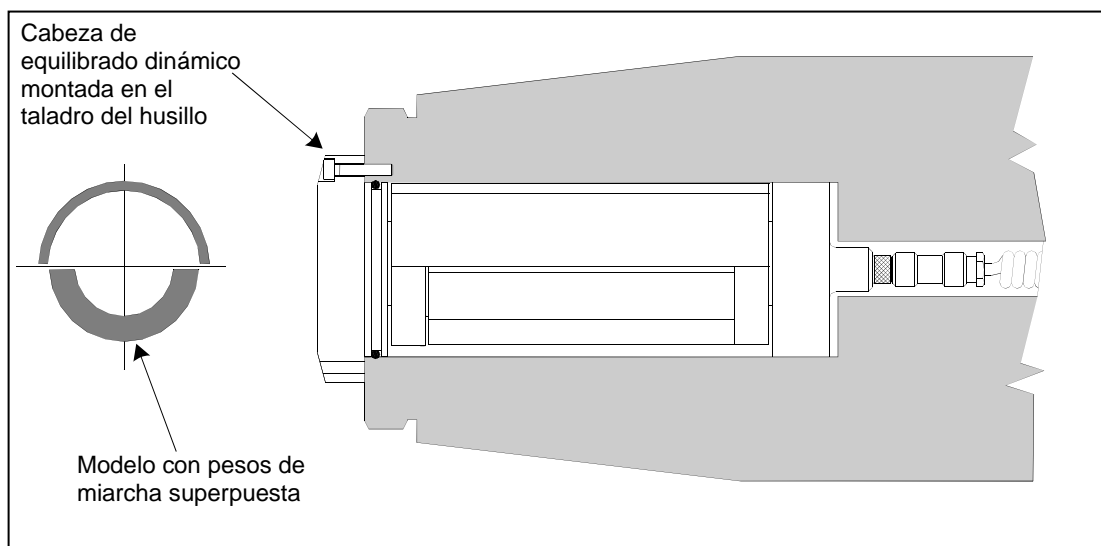
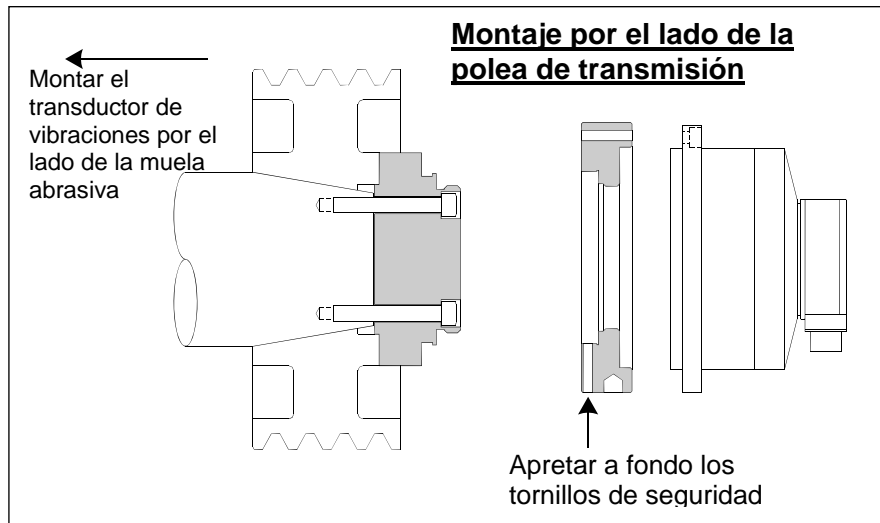

Fig. 6
Fig. 7b
1. La primera regla básica dice: **Montar el transductor de vibraciones en el plano que se encuentra en la línea de unión entre la muela abrasiva y el centro de la pieza de trabajo.** Lo mejor será empezar con el montaje en una superficie de la carcasa dispuesta perpendicularmente a la línea de contacto de la pieza de trabajo y la muela abrasiva, cerca del rodamiento por el lado de la muela abrasiva (Fig. 6). En el caso de la mayoría de las máquinas para el rectificado cilíndrico exterior se ha de prever un montaje vertical, ya que el transductor de vibraciones se encuentra entonces perpendicularmente a la muela y a la pieza de trabajo. Por tal razón, tratándose de máquinas para el rectificado plano y profundo (Creep Feed), lo más adecuado es un montaje horizontal por encima de la muela abrasiva. A pesar de que la cabeza de equilibrado dinámico puede ser montada en algunos casos también por el lado de la polea de transmisión, el transductor de vibraciones siempre tendrá que ser montado por el lado de la muela de la máquina (Fig. 7b).